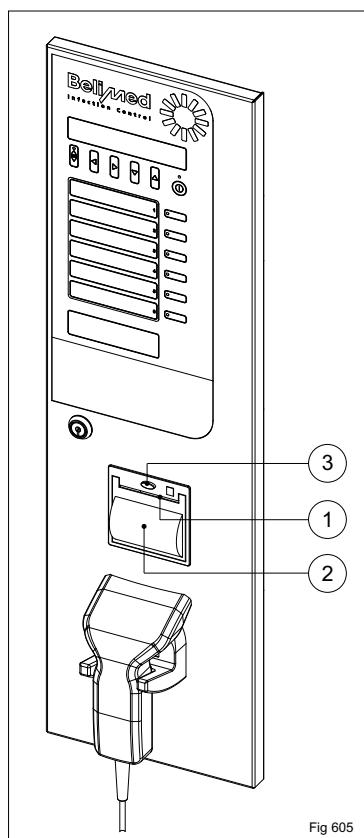

Fig 605
- Deckel über die Drucktaste (Fig. 605/606 Pos. 3) aufklappen
- Papier durch den Paperauslass (Fig. 605/606 Pos. 1) führen